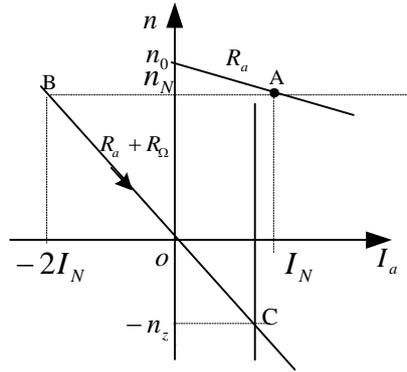

图 3.54 题 3.2 图
(1) 根据题意, 绘出直流电机的机械特性如图 3.54 所示。
将图 3.54 中 B 点的数据代入上式得
(2) 对于位能性负载, 根据题意, 所求稳态转速即是图 3.54 中 C 点的转速。